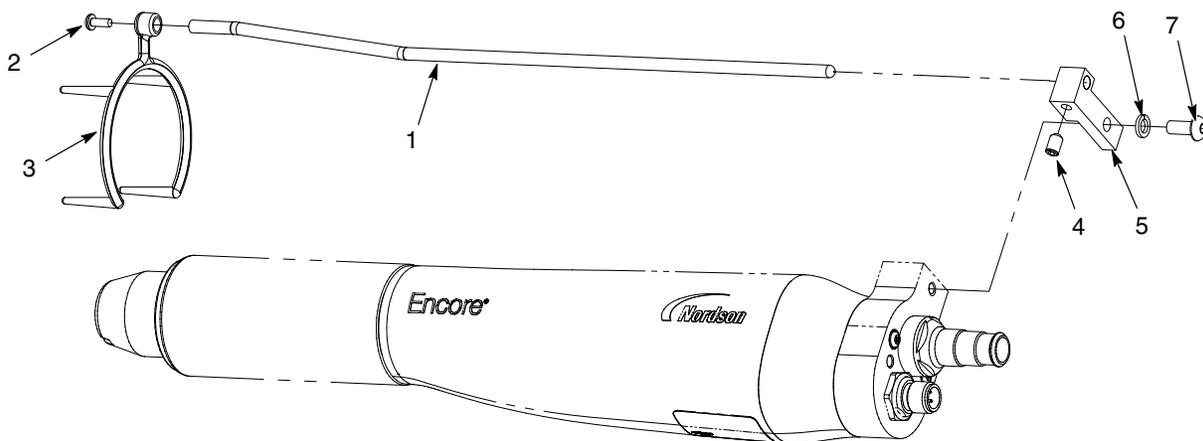

Figura 1 Installazione del collettore di ioni
1. Vedi figura 1. Installare il blocco di montaggio (5) sulla pistola con la rondella di sicurezza e la vite M5 (6, 7).
2. Inserire l'asta del collettore (1) nel blocco e fissarla con la vite di arresto M5 x 8 (4).
3. Inserire la punta multipunto (3) sul dado dell'ugello e applicarla all'asta del collettore con la vite M3 (2).
Per i numeri degli articoli vedi figura 1.